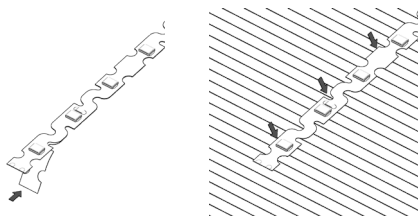

Рисунок 7.
- 5.12. Подготовьте необходимый отрезок ленты. Удалите защитную пленку с поверхности клейкой ленты. Приклейте ее на место установки. Проклейка ленты должна быть равномерной (см. рисунок 7).